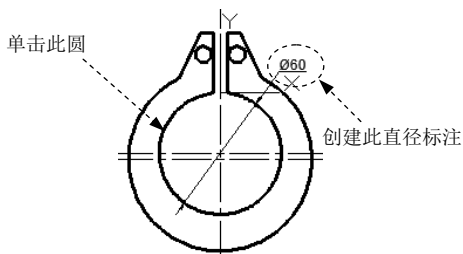

图 17.2.13 标注第一个圆
(1) 标注图 17.2.13 所示的第一个圆的直径。选择下拉菜单 **标注(A)** \rightarrow **直径(D)** 命令, 然后单击图 17.2.13 所示的圆, 在绘图区空白处单击一点, 以确定尺寸放置的位置。